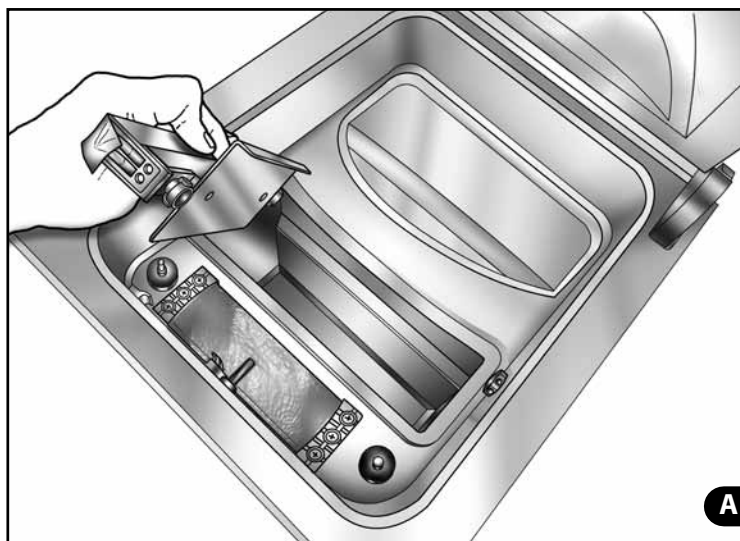

Abb. 2
- 2) Luftkissen unter dem Schweißbalken herausnehmen und neues einsetzen (**Abb. 2**).